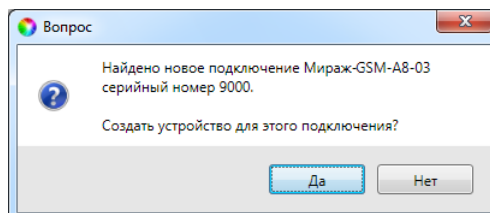

Рис. 5.4. Окно *Вопрос*
6. После подключения контроллера к ПК откроется мастер регистрации устройства, с помощью которого можно сразу задать основные параметры контроллера. В окне *Вопрос* нажмите кнопку *Да* (рис. 5.4).